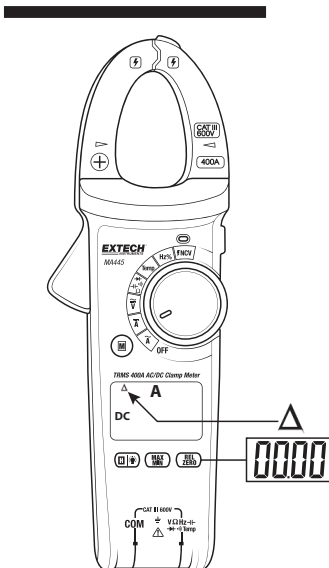
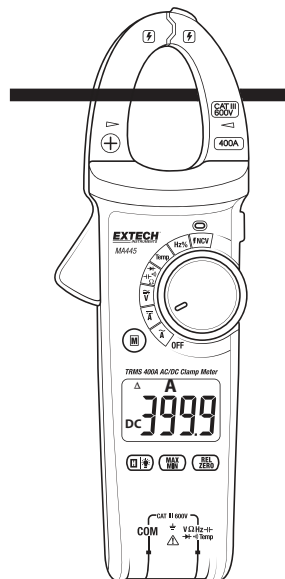

Fig. 3 – DCA zerado antes da medição
Fig. 4 – Medição DCA
3. Zere qualquer magnetismo residual pressionando e segurando o botão **REL ZERO** sem nenhum condutor na mandíbula. Consulte a Fig. 3 e Fig. 4